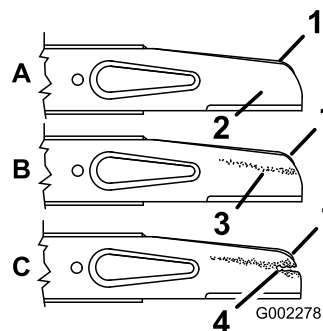

Figura 31
2. Retire las tuercas de la cuchilla, el protector de césped, el acelerador y la cuchilla (Figura 31).